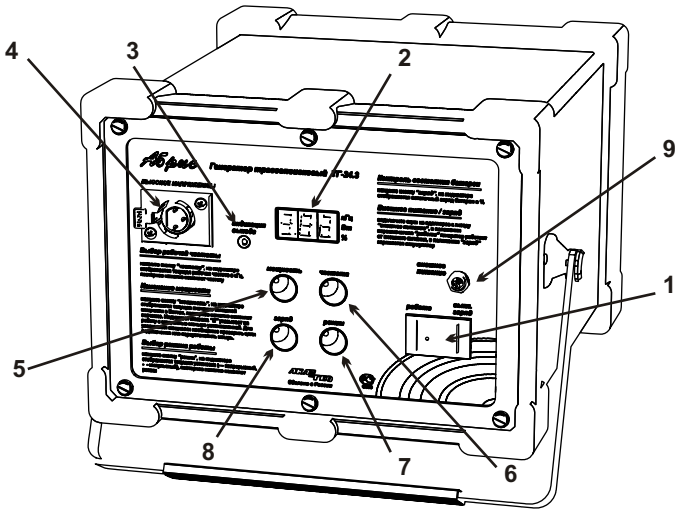
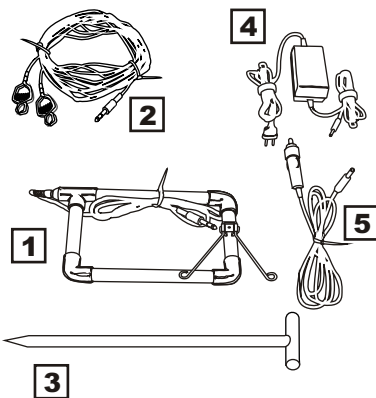

Рисунок 3
Рисунок 4
-  Нажмите на клавишу (поз. 1 рис. 3) переключив ее в положение “работа”
-  Нажмите кнопку “заряд” (поз. 8 рис. 3), на индикаторе отображается значение заряда аккумулятора в %
- 1 Нажмите на клавишу (поз. 1 рис.3) переключив ее в положение “выкл. / заряд”
- 2 При заряде от сети подключите адаптер 220 В (поз.4 рис. 4) к гнезду подключения внешнего питания (поз. 9 рис.3), при заряде от бортовой сети автомобиля используйте автомобильный адаптер (поз. 5 рис. 4). Во время заряда мигает надпись “зар”, по окончании надпись высвечивается не мигая.
**1** При работе от сети подключите адаптер 220 В (поз. 4 рис. 4) к гнезду подключения внешнего питания (поз. 9 рис. 3), при работе от бортовой сети автомобиля используйте автомобильный адаптер (поз. 5 рис. 4).
**2** Нажмите на клавишу (поз.1 рис.3) переключив ее в положение “работа”
**ВНИМАНИЕ !** Не включайте питание генератора перед подключением. При включенном питании на гнезде подключения внешней нагрузки (поз. 4 рис. 3) или зажимах вставленного в него кабеля гальванического подключения (поз. 2 рис. 4) присутствует высокое напряжение, порядка 200 В
- 1** Подключите один зажим кабеля гальванического подключения (поз.2 рис. 4) к коммуникации, при этом необходимо обеспечить надежный электрический контакт.
- 2** Другой зажим кабеля подключите к штырю заземления (поз. 3 рис. 4), вбитому в увлажненный грунт в 5-15м от места подключения
- 3** Подключите разъем кабеля к гнезду подключения внешней нагрузки (поз. 4 рис. 3)
- 1 Нажмите кнопку “частота” (поз. 6 рис. 3), на индикаторе отображается текущее значение частоты в КГц.